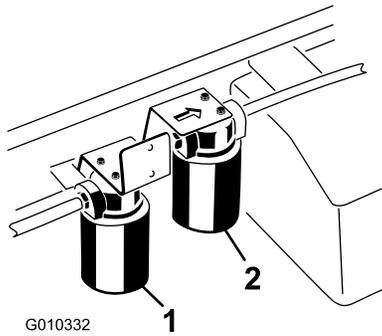

Рисунок 71
- Поместите поддон под фильтр, а затем снимите фильтр (**Рисунок 71**).
4. Очистите зону вокруг места крепления фильтра повышенной пропускной способности (Рисунок 71).